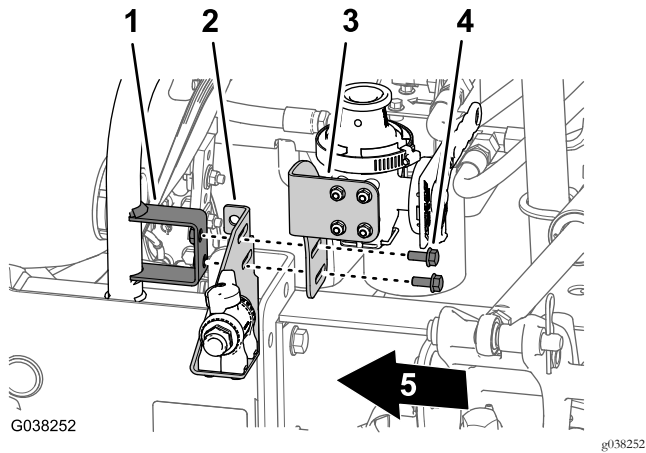

Figure 61
1. Placez les fentes du support du régulateur de débit d'agitation et les fentes du support de la vanne de coupure de mélangeur devant les trous du support du régulateur (Figure 61).
2. Fixez le support de la vanne d'agitation et le support de la vanne de coupure de mélangeur au support de la patte de fixation du régulateur de débit (Figure 61) à l'aide de 2 boulons à embase (5/16" x 3/4").